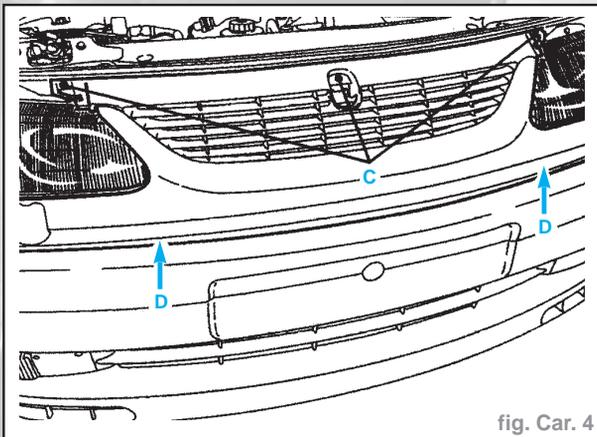

fig. Car. 4
- Déposer les trois vis supérieures (C) et les deux vis inférieures accessibles par les orifices (D) à l'aide d'un tournevis Torx : ces deux vis restent solidaires de la calandre à la dépose (fig. Car. 4).